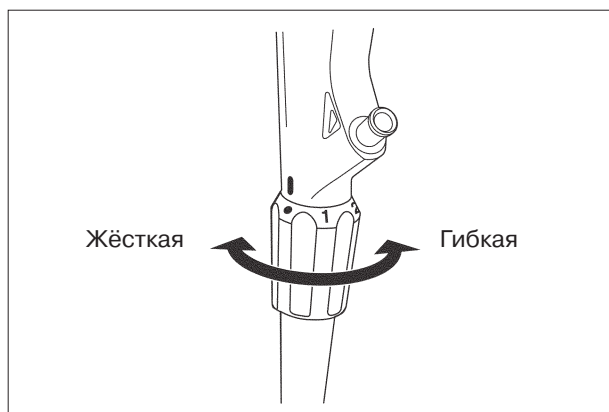

Рис. 4.4
1. Перед введением или извлечением эндоскопа установите соответствующий уровень гибкости вводимой трубки вращением кольца регулировки гибкости, по мере необходимости (см. рис. 4.4).